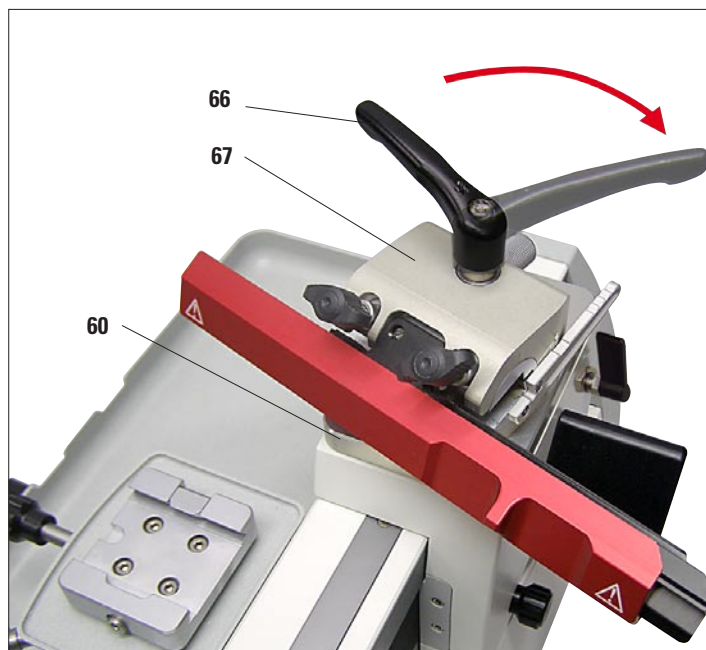

図 12
- クランプレバー (66) を時計方向にさらに回し、ナイフホルダーをしっかり締め付けます (図 12)。